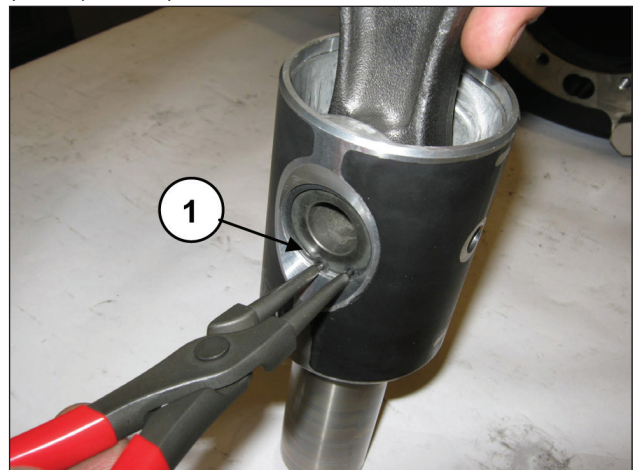
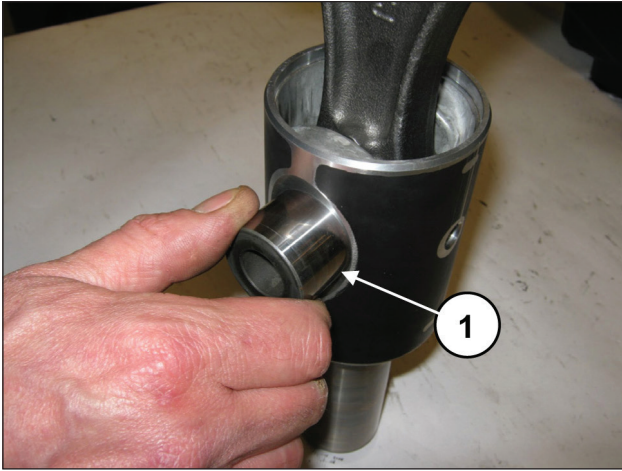

Abb. 39
Abb. 40
Entfernen Sie die zwei Seegerringe zur Sicherung des Bolzens (Pos. ①, Abb. 39).
Streifen Sie den Bolzen ab (Pos. ①, Abb. 40) und ziehen Sie die Pleuelstange heraus (Pos. ①, Abb. 41).
Setzen Sie die Pleuelstange in die Pleueiführung ein (Pos. ①, Abb. 41) und anschließend den Bolzen (Pos. ①, Abb. 40). Montieren Sie die zwei Seegerringe zur Sicherung (Pos. ①, Abb. 39).